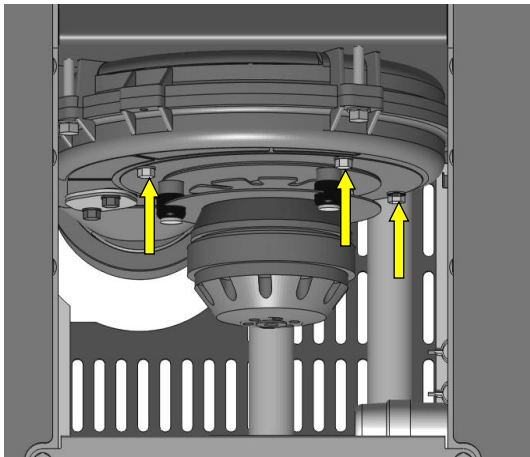

Fig. 93 : vis soufflerie
2. Dévisser les quatre vis de fixation du couvercle en fonte à l'aide de la poignée six pans fournie et retirer le couvercle vers le haut (Fig. 93).